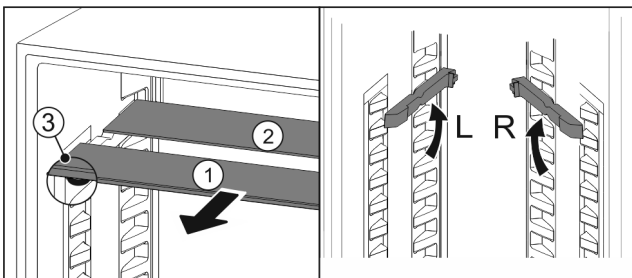

Fig. 124
- Glasplatten einzeln nach vorne herausziehen Fig. 124 (1).
- Glasplatte Fig. 124 (1) mit Zierleiste liegt vorne.
- Stopps Fig. 124 (3) zeigen nach unten.